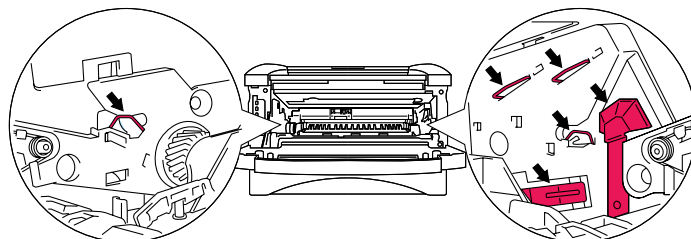

Figura 5-4
- Para evitar uma descarga de electricidade estática, não toque nos eléctrodos apresentados na Figura 5-4.